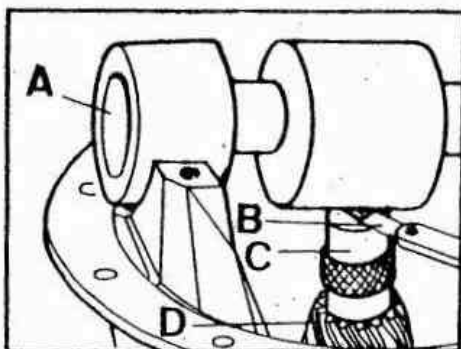

Fig. E -44 Para verificar la altura del piñón
- 5.01. Situar el calibre fijo, A (Fig. E -44), en posición sobre el cárter -- porta-diferencial.
- 5.02. Situar el calibre deslizante, C (Fig. E -44), sobre la cabeza del piñón de ataque y mantenerlo firme en posición.
- 5.03. Usando un juego de galgas, B (Fig. E -44), medir la holgura existente -- entre el calibre deslizante y el calibre fijo, tomando nota exacta de dicha holgura.